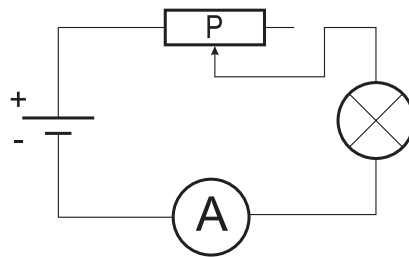

Figure 2.1
2. Réaliser le montage indiqué à la figure 2.1.